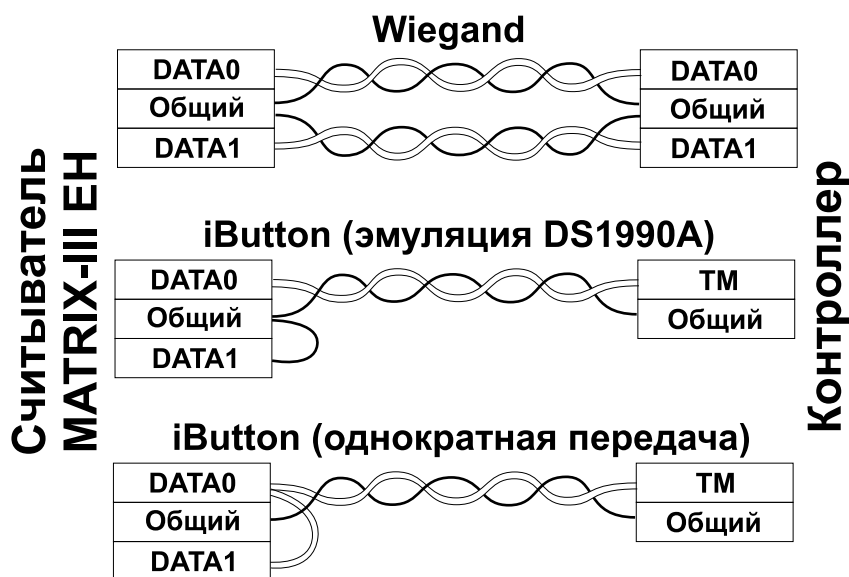

Рис.1 Выбор протокола передачи.
- при подключении по Wiegand-26 первая витая пара подключается между GND и DATA0, а вторая витая пара подключается между GND и DATA1 (рис.1).